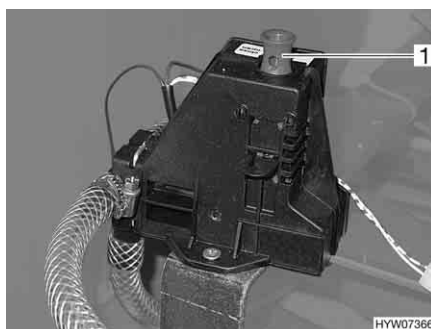

Bild 58 Sicherheits-/Ablassventil des Boilers
Der Boiler ist mit einem Sicherheits-/Ablassventil (Bild 58) ausgestattet. Das Sicherheits-/Ablassventil verhindert, dass das Wasser im Boiler einfriert, wenn bei Frost die Heizung nicht eingeschaltet ist.
- Sicherheits-/Ablassventil schließen. Dazu den Zugschalter (Bild 58,1) nach oben ziehen.
- Sicherheits-/Ablassventil öffnen. Dazu den Zugschalter (Bild 58,1) nach unten drücken. Der Boiler wird über das Sicherheits-/Ablassventil nach außen entleert.